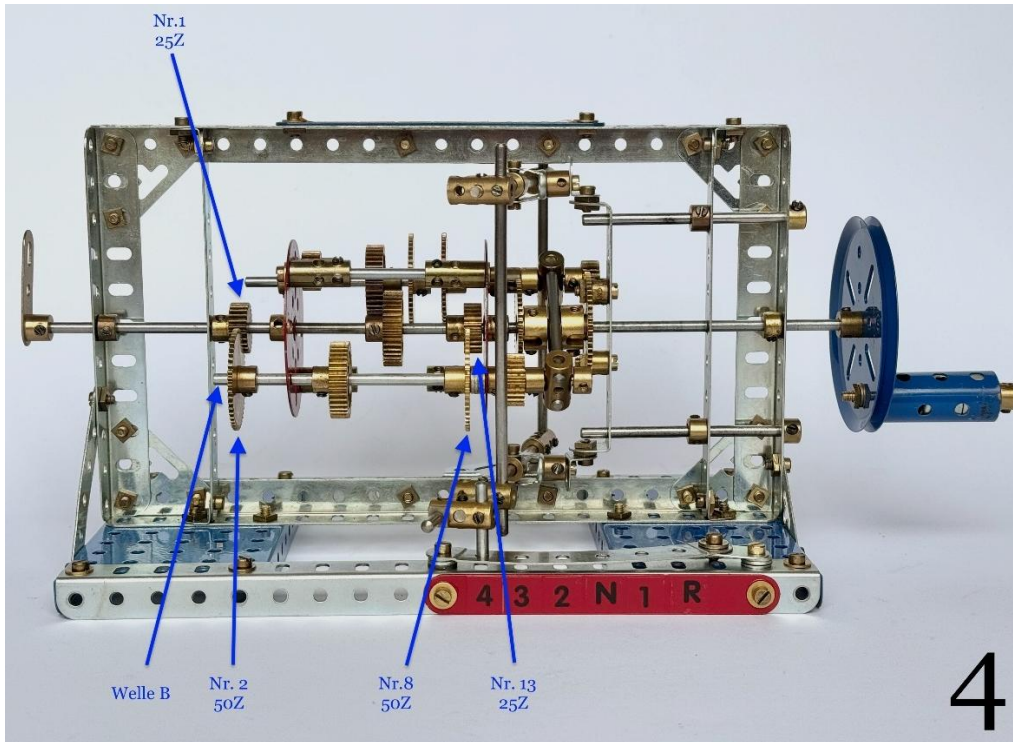

Abb. 11: Schaltbild 4. Gang
**4. Gang** (Abb. 11): Das Ritzel 13 kämmt immer noch mit Zahnrad 8 auf der Welle B. Auf der gleichen Welle befindet sich links vom Planetenträger außen das Zahnrad 2, das nun die Kraft von der Welle B auf das Ritzel 1 auf der Abtriebswelle D überträgt.